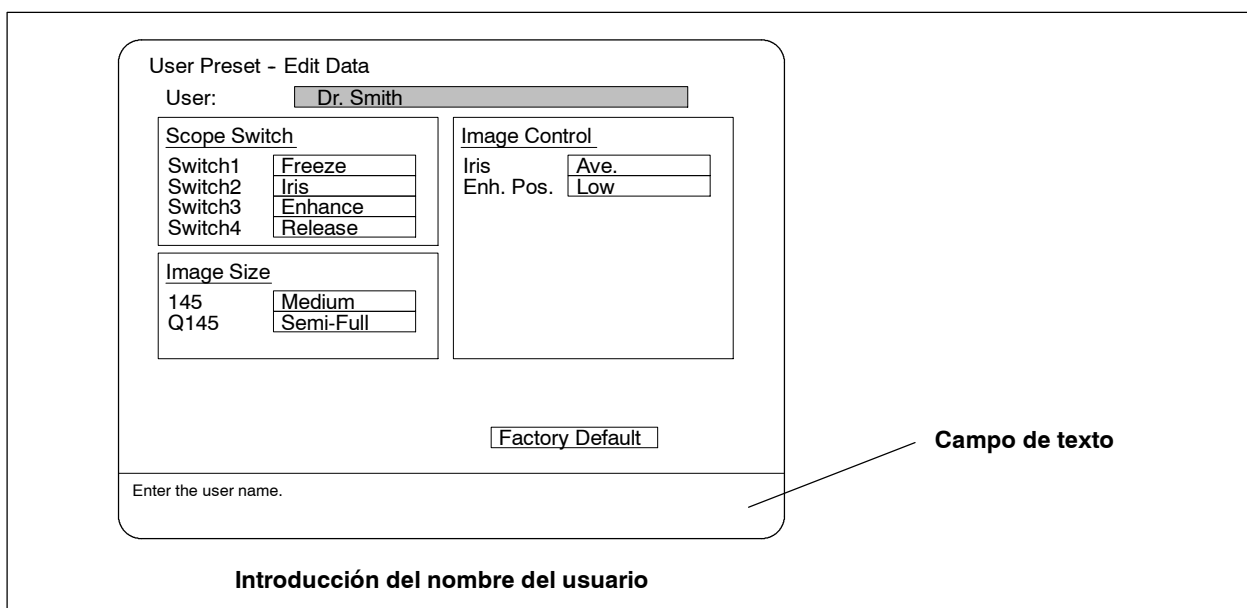

Figura 6.20
2. El menú [User Preset - Edit Data] aparecerá en la pantalla (ver figura 6.20). Ahora puede introducir nuevos datos.
2. El menú [User Preset - Edit Data] aparecerá en la pantalla (ver figura 6.20). Ahora podrá editar los datos.
2. Escriba en el teclado un nombre de hasta 20 caracteres alfanuméricos (ver figura 6.20).